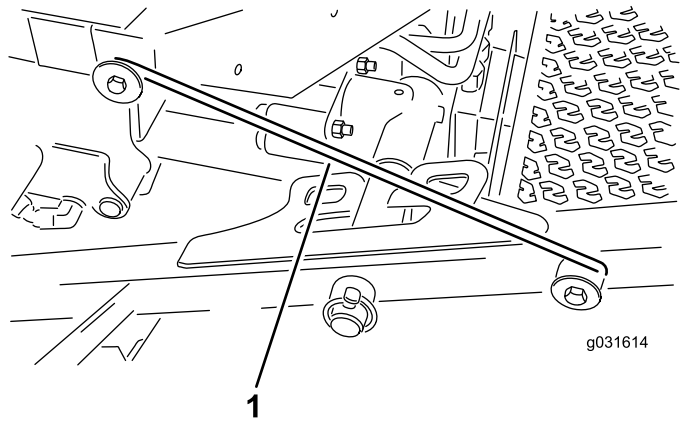

図 33
5. 前カッティングユニットの外側を持ち上げ、運転台前部のフレームについているピンにラッチを掛ける 図 33。